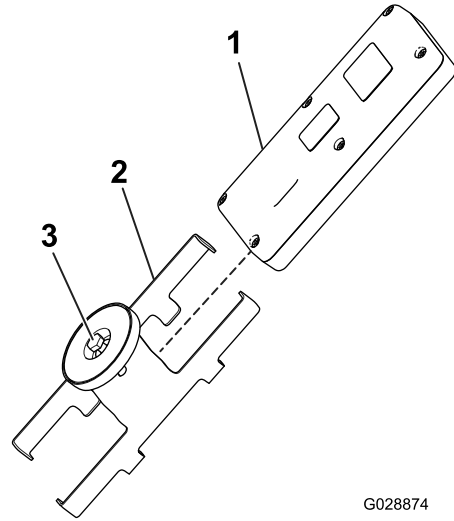

図 19
5. ハンドヘルドリモートをマグネット式リモートブラケットに組み付け、二つを合わせた状態で、マグネットについているボルトを締め付ける (図 19)。